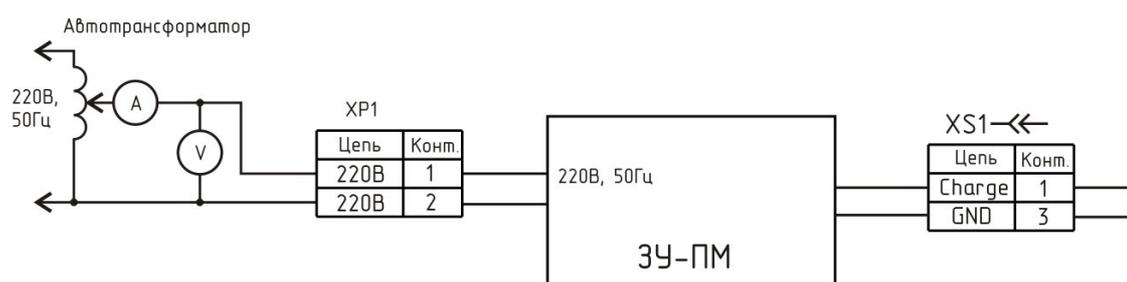

Рисунок 5 - Схема проверки потребляемой мощности
2) Розетку выхода заряда XS1 подсоединить к разъему мобильного программатора ПМ (рисунок 5).